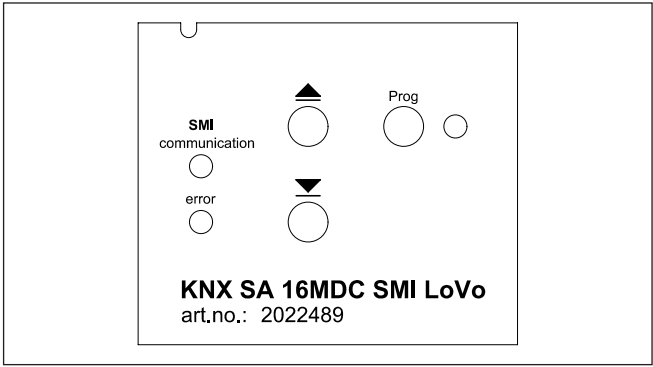

Abb. 5 Abdeckplatte mit LED und Tastenfeld
Nach Abschluss der Montagearbeiten und dem Anlegen der Versorgungsspannungen kann der korrekte Anschluss über das Tastenfeld der manuellen Vorrangbedienung unter der Abdeckblende (Broadcast-Taster Hoch/Tief alle Antriebe) getestet werden (Abb. 5). Eine detaillierte Beschreibung zur weiteren Inbetriebnahme finden Sie im KNX SA SMI Softwarehandbuch (Art.-Nr. 2024838).
Hierfür steht sowohl in der App als auch auf dem Tastenfeld eine Prog-Taste zur Programmierung und eine Anzeige-LED zur Verfügung (siehe Abb. 5).
- Drücken Sie die Programmertaste in der App oder am Gerät (Abb. 5), um das Gerät in den Programmiermodus zu versetzen. Bei aktiviertem Programmiermodus leuchtet die rote LED. Die Programmierung erfolgt durch die ETS am PC. Diese Software beendet den Programmiermodus automatisch. Die rote LED erlischt.